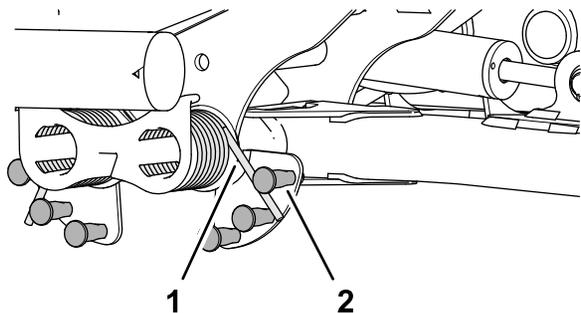

图 52
2. 将平衡压力弹簧的长端插入管或类似物体中然后将弹簧围绕带肩螺柱旋转到所需位置图 52。